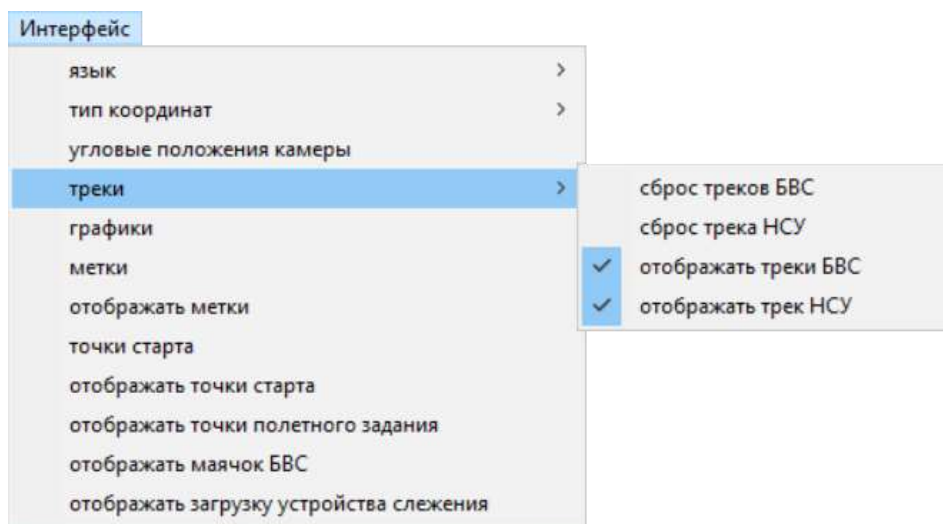

Рисунок 35 – Дополнительное окно «Треки»
5.3.4 При выборе пункта «Треки» открывается дополнительное меню «Треки» (Рисунок 35), содержащее пункты «Сброс треков БВС», «Сброс трека НСУ» «Отображать треки БВС», «Отображать трек НСУ».